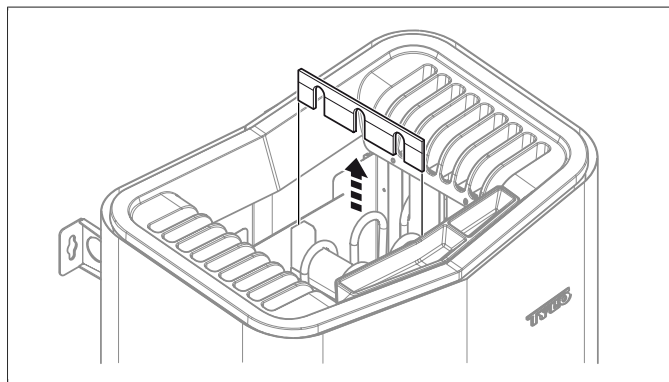

Fig 6: Lyft bort plåten som håller rörelementen på plats
1. Drag loss plåten som håller rörelementen på plats (se **Fig 6**, sidan 4).